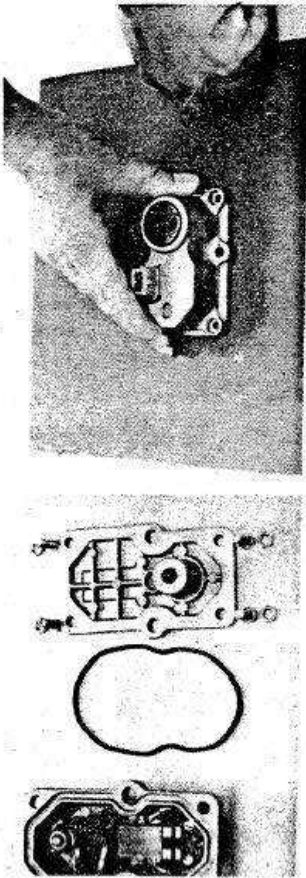
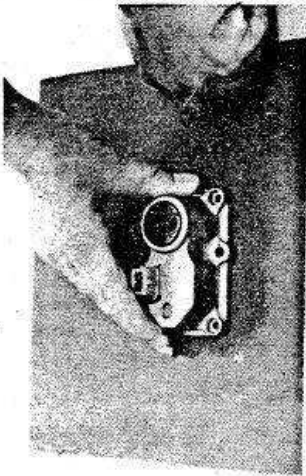
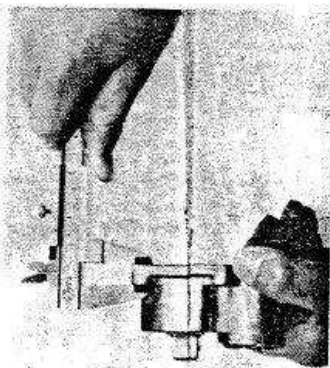

Bild 1
Bild 2
Bild 3
- 16) Die erforderliche max. Kraftstoffmenge von 40 l/h wird durch die im folgenden beschriebene Änderung der Bosch K-Jetronic erreicht: Nach Demontage des Warmlaufreglers vom Motorblock wird der Warmlaufregler zerlegt (siehe Bild 1). Dann wird die obere Gehäusehälfte mit Schmirgelleinen um ca. 0,5 mm abgeplant (siehe Bild 2). Die gewünschte Maßdifferenz sollte wie in Bild 3 gezeigt, mit der Schieblehre kontrolliert werden. Danach kann der Warmlaufregler wieder montiert werden. Durch diese Nacharbeit liegt der Kraftstoffsteuerdruck bei warmem Motor in einem Bereich von 3,6 - 3,8 bar.